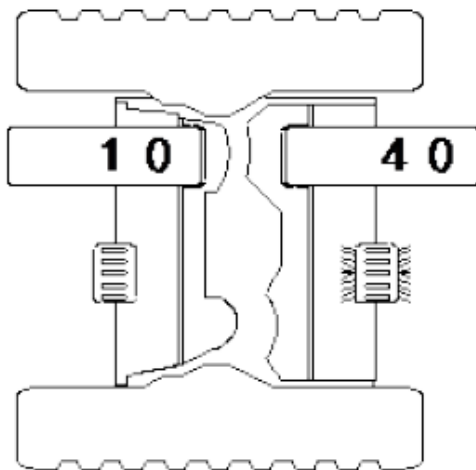

Abb.1
5. Drehen Sie nun den Reifen ruhig gegen Uhrzeigersinn bis die Indikatoren aufleuchten. Sobald ein Indikator voll leuchtet, kann an der Seite des leuchtenden Indikators, In diesem Fall Indikator 4, (Äußere Seite der Felge) Blei an der Felge platziert werden! Befestigen Sie das Blei auf 12 Uhr an der oberen außen Seite der Felge. Zu sehen bei Abbildung 1: